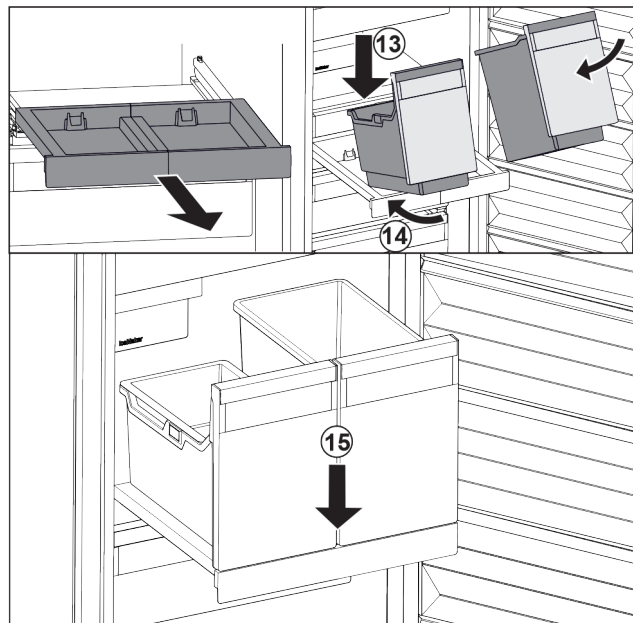

Fig. 24
- ▶ Așezați recipientele oblic pe raftul extractibil. Fig. 24 (13)
- ▶ Inșerați recipientul oblic spre partea posterioară. Fig. 24 (14)
- ▶ Depuneți recipientul în față. Fig. 24 (15)